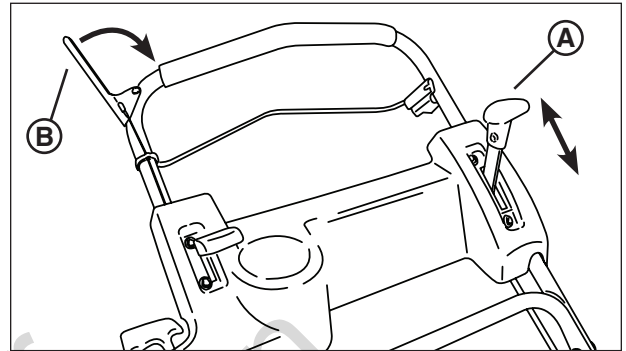

Figure 4: Commandes d'entraînement de la tondeuse
2. Déplacez la commande de régime de moteur (**A, Figure 4**) à la position de vitesse désirée.